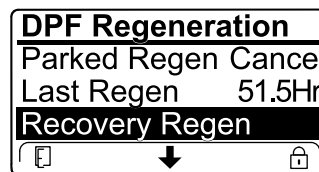

Figure 51
- Si le calculateur moteur n'a pas demandé de régénération d'urgence et que vous naviguez jusqu'à l'option RECOVERY REGEN (régén. d'urgence), la régénération d'urgence se bloque et l'icône de blocage (Figure 51) apparaît en bas à droite de l'InfoCenter.